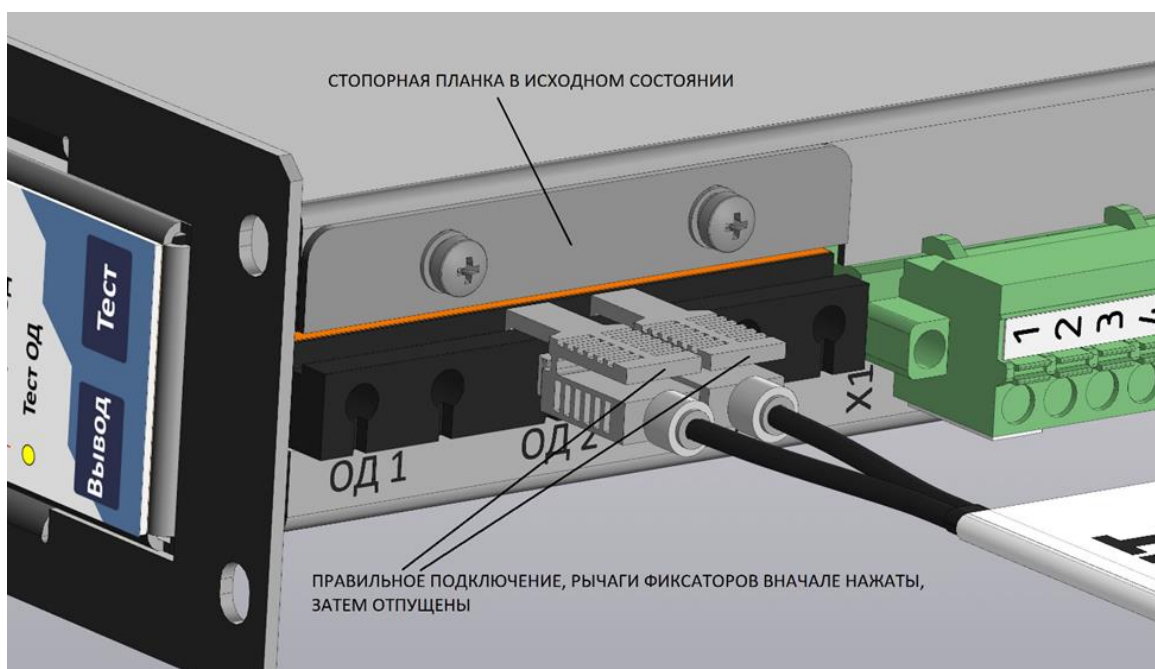

Рисунок 1. Правильное подключение ВОД.
2. При подключении коннектора ВОД к приёмопередатчику оптическому необходимо: нажать пальцами рук на рычаг фиксатора коннектора ВОД, вставить коннектор ВОД до упора в соответствующее гнездо приёмопередатчика оптического, а затем отпустить рычаг фиксатора коннектора ВОД, тем самым обеспечив защёлкивание и надёжную фиксацию коннектора ВОД в приёмопередатчике оптическом (см. Рисунок 1).